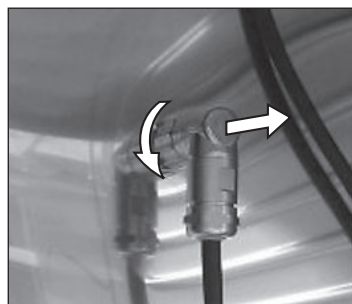

Fig. 32 Girare l'innesto a baionetta e scollegare l'attacco
2. Scollegare l'attacco del corpo illuminante all'interno della camera. Ruotare l'innesto a baionetta verso sinistra e scollegare l'attacco (Fig. 32).
10. Collegare l'attacco e serrare l'innesto a baionetta girandolo verso destra (Fig. 32).